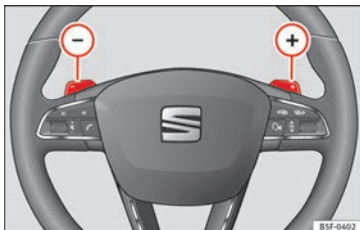

Bild 172 Ratt med reglage för automatisk växellåda.
- Tryck den högra paddelväxeln  mot ratten för att växla uppåt » **bild 172**.
- Tryck den vänstra paddelväxeln  mot ratten för att växla nedåt » **bild 172**.
Om paddelväxlarna » **bild 172** används i normala programmet eller sportprogrammet växlar systemet tillfälligt till "tiptronic"-läget. För att avsluta "tiptronic"-läget igen, tryck på den högra paddelväxeln  mot ratten i cirka en sekund. Du lämnar också "tiptronic"-läget om paddelväxlarna inte rörs under en viss tid.